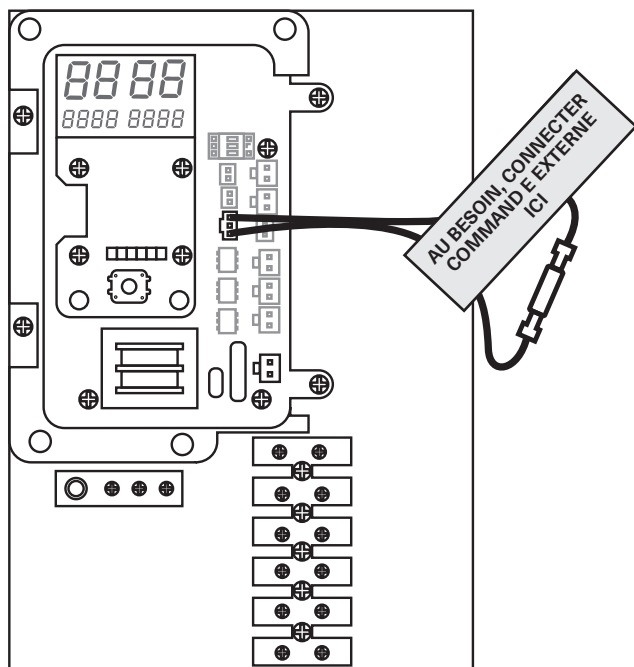

Figure 5. Conducteurs inclus pour le raccordement d'un dispositif de commande externe
5. Les conducteurs de raccordement à un dispositif de commande externe (raccordés à l'interface du chauffe-piscine/spa), sont sous tension et alimentent le circuit de commande externe. Voir **Figure 5**.